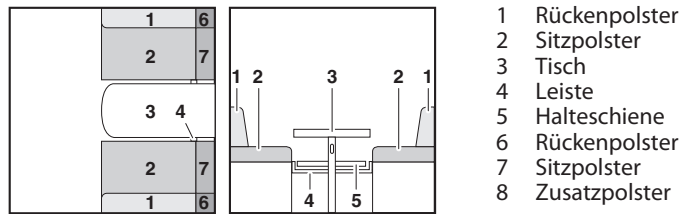

Bild 145 Vor dem Umbau
- Tisch (Bild 145,3) zum Bettunterbau umbauen (siehe Abschnitt 7.9).
- Leiste (Bild 145,4) einlegen oder nach innen ziehen. Die Leiste ist richtig positioniert, wenn sie die Tischplatte ca. 15 - 20 cm hinter dem Tischfuß abstützt.